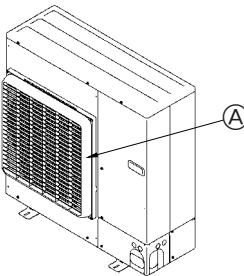

Fig. 2-4
- ② Montera en extra styrning för luftutblåset och luftledare om enheten är installerad på en plats där kraftig vind från tyfoner osv kan komma direkt in i luftutblåset. (Fig. 2-4)